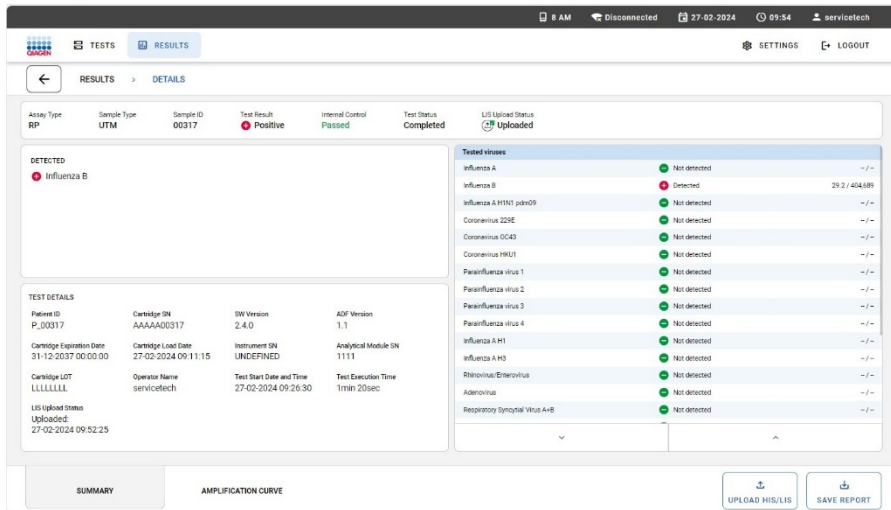

Abbildung 79. Manuelles Hochladen eines Testergebnisses in das KIS/LIS.
3. Um das Ergebnis hochzuladen, drücken Sie die Schaltfläche **UPLOAD HIS/LIS** (In KIS/LIS hochladen) in der Untermenüleiste (Abbildung 79).